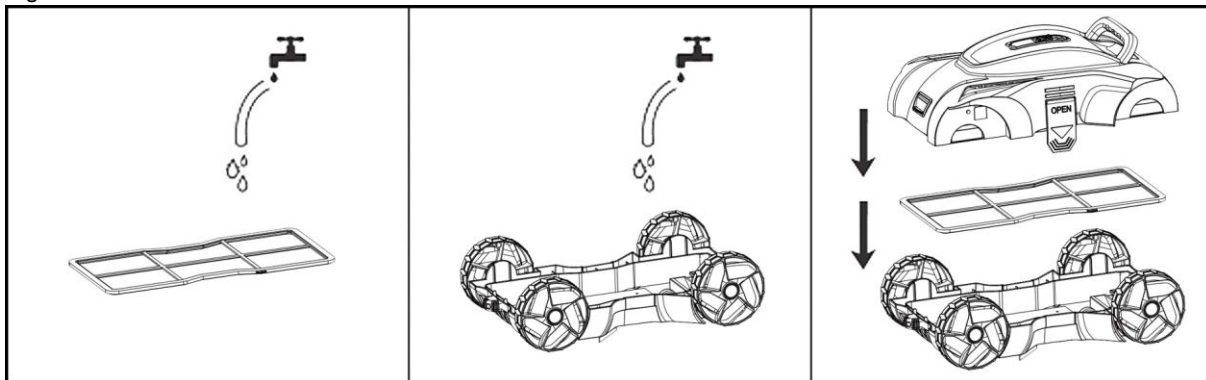

Fig. 6
- Elimine toda la suciedad y el agua del interior de la unidad (fig. 6).
- Monte el aparato en orden inverso para dejarlo nuevamente listo para funcionar (fig. 6).